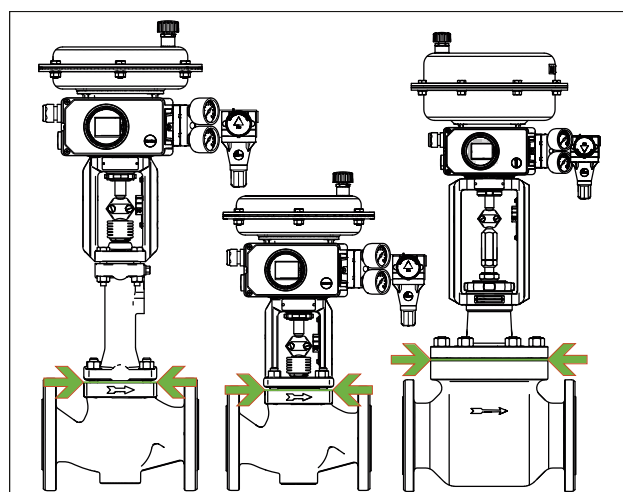

Fig. 13: Limite dell'isolamento delle valvole di controllo (esempio)
- ⇒ Isolare le valvole di regolazione solo fino alla flangia del coperchio dell'alloggiamento della valvola, vedere Fig. 13. Questo vale anche per le versioni con soffietto o parte isolante con temperature del mezzo inferiori a 32 °F (0 °C) o superiori a 428 °F (220 °C). Se anche la parte isolante è isolata, non funzionerà correttamente!